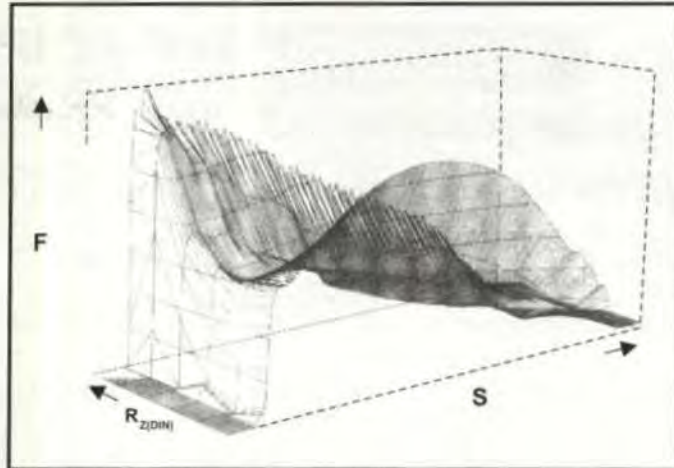

Figura 4. Esfuerzos mínimos de desmoldeo con una rugosidad de 2 mm, mostrados en un ABS (Gráfico IfkFF de la Universidad Stuttgart).
- Para todos los materiales plásticos, el esfuerzo de desmoldeo es directamente proporcional a la rugosidad de la superficie. El esfuerzo mínimo está dado a una profundidad rugosa media de $Rz = 2mm$ y vuelve a ascender a partir de este valor (figura 4), lo cual se puede atribuir a efectos adhesivos.